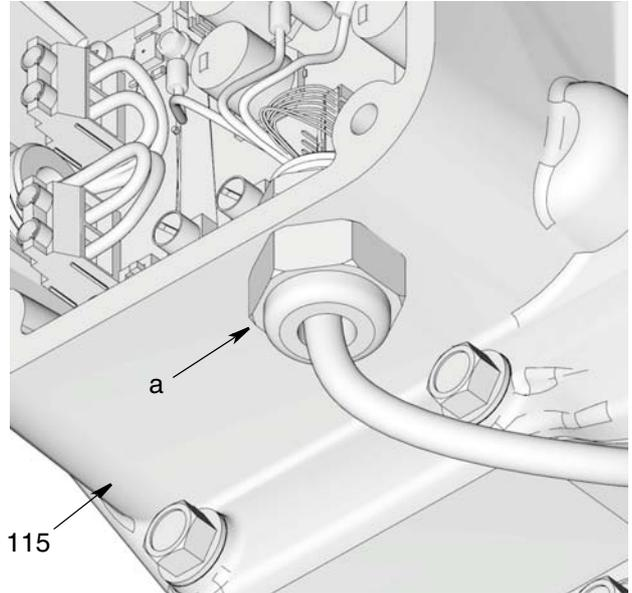

Рис. 55
8. Используйте гаечный ключ для ослабления затяжки втулки разгрузки натяжения (а) и извлеките жгут проводов из корпуса (Рис. 55).